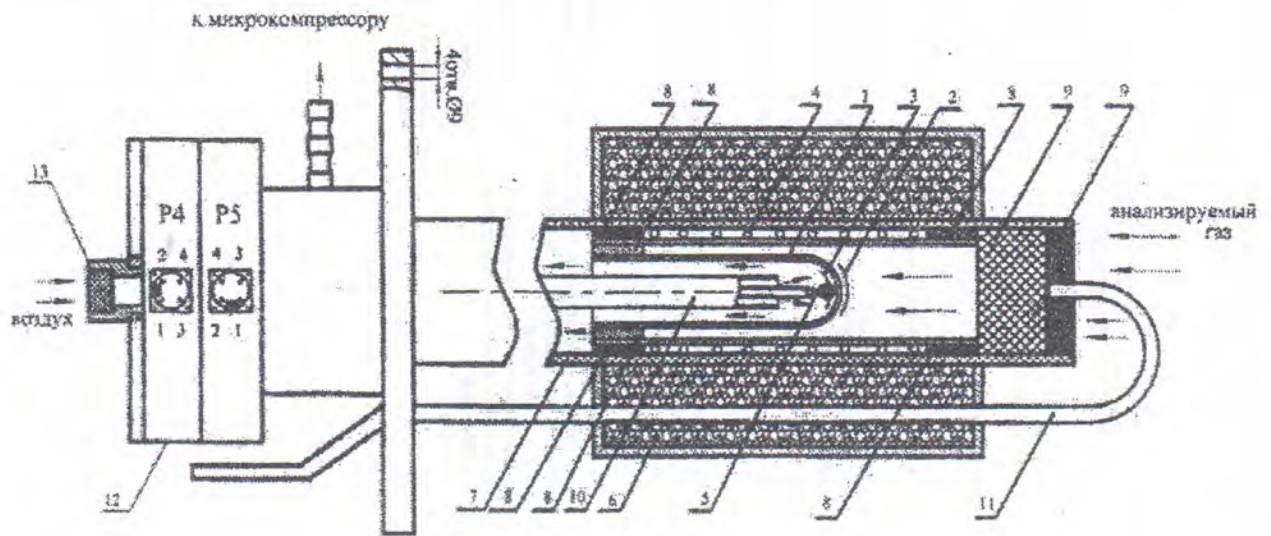

Рисунок 1. Устройство погружного кислородного зонда.
- Фильтр 13 (рис.1) на распаячной головке зонда рекомендуется менять раз в 1...3 месяца в зависимости от уровня запыленности помещения, в котором установлен зонд.